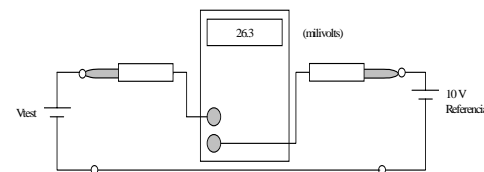

Fig. 4. Medición diferencial de tensión.
- a) El valor de la fuente bajo prueba V_{test} va ser igual a la suma algebraica del valor de referencia +10 V y la Indicación del voltmetro ($V_{test} = 10,000\ 0\ V + 26,3\ mV = 10,026\ 3\ V$) (Fig. 4),